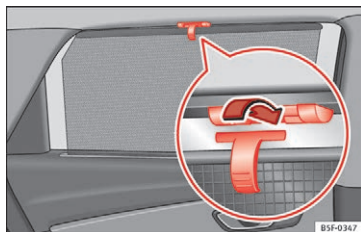

Fig. 142 Bagrude: rullegardin
- Træk rullegardinet ud, og hængt det fast i krogene på den øverste dør ramme » Fig. 142.